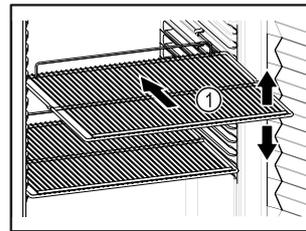

Fig. 88 Ενδεικτική απεικόνιση
- ❑ Εάν οι σχάρες Fig. 88 (1) είναι ρυθμιζόμενες, προσαρμόστε τα ανάλογα με το ύψος.